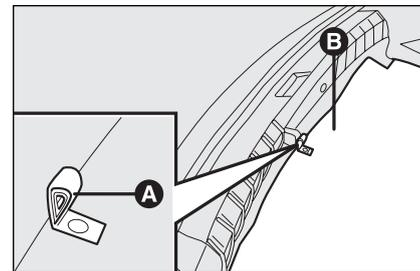
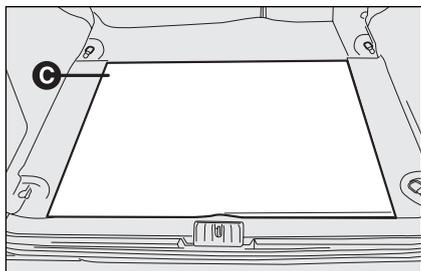
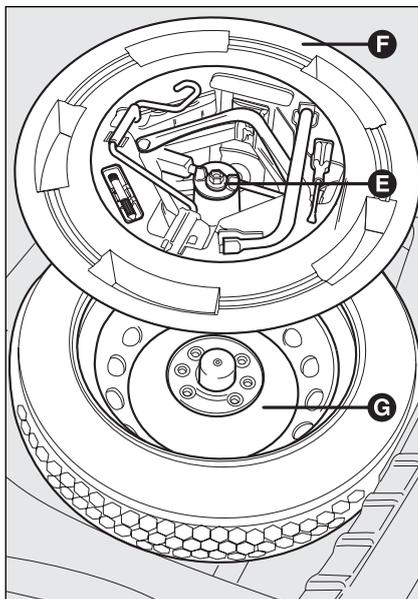
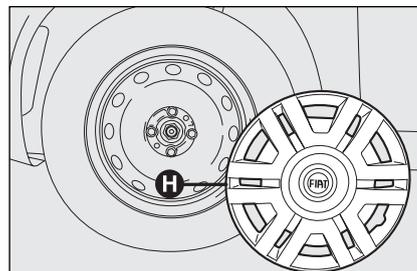

fig. 2
fig. 3
fig. 4
fig. 5
- arrêter la voiture dans une position ne constituant pas de danger pour la circulation et permettant de remplacer la roue en intervenant en toute sécurité. Le terrain doit être dans la mesure du possible en palier et suffisamment compact; couper le moteur et serrer le frein à main; engager la première vitesses ou la marche arrière; en se servant de la poignée **A-fig. 2** enlever le préformé de revêtement rigide **B** (versions berline) ou **C-fig. 3** (versions Multi Wagon); dévisser le dispositif de blocage **E-fig. 4**;
- prendre la boîte à outils **F**-fig. 4 et la porter près de la roue à remplacer; prélever la roue de secours **G**; enlever l'enjoliveur **H**-fig. 5 (versions jantes en acier), ou enlever l'enjoliveur (versions jantes en alliage);